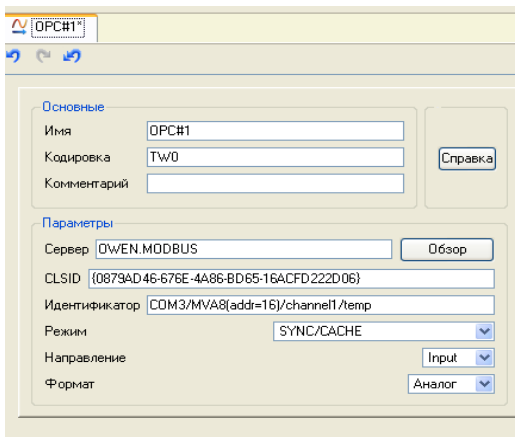

Рисунок 5.14 – Бланк налаштування параметрів OPC-компонента
*вер*, *CLSID* та *Идентификатор*. Далі вкажіть режим, напрям та формат змінної виходячи з її типу та призначення. Приклад заповнення бланка для набуття значення змінної першого каналу поданий на рис. 5.14. Налаштування решти компонентів проведіть аналогічно, відповідно до типу підключеного датчика (див. рис. 5.2).